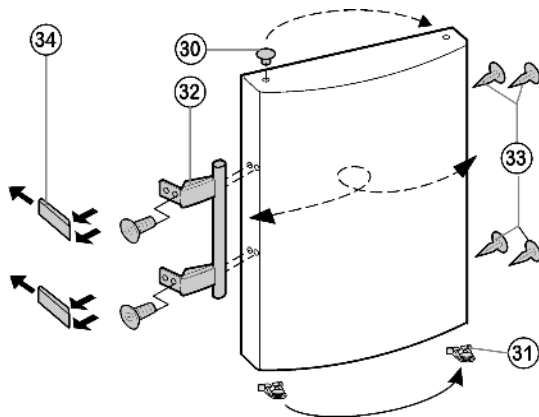

Fig. 8
- ▶ Tag fjederklemmen *Fig. 8 (31)* ud af indgreb i døren og flyt den til den nye hængselside.
- ▶ Løft propperne *Fig. 8 (30)* ud af dørlejevøsningerne og flyt dem.
- ▶ Afmonter dørhåndtag *Fig. 8 (32)*, propper *Fig. 8 (30)* og trykplader *Fig. 8 (34)* og flyt til den modsatte side.